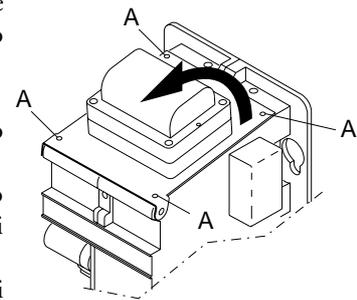

fig. 45
- togliere le viti A (fig. 45) ed aprire lo sportellino superiore del bruciatore e controllare che i cavi di accensione e ionizzazione siano in buono stato; al termine richiudere lo sportellino.